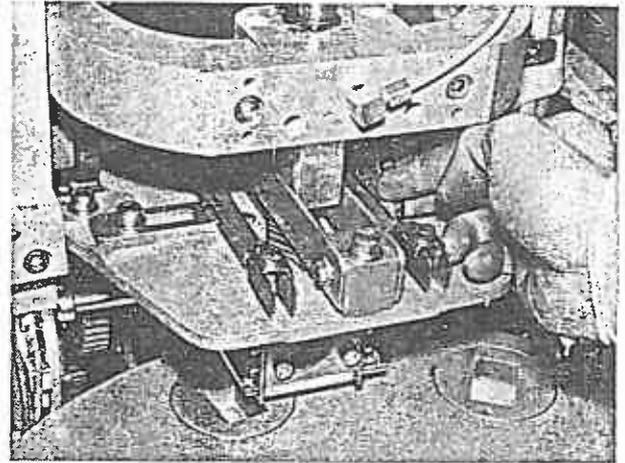

Bild 78
12. Abgeschnittenen Einwicklerstreifen herausnehmen (Bild 78).